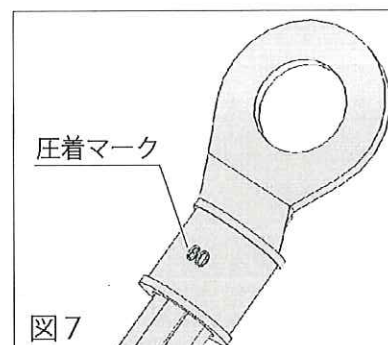

図7
10. ヨークを開き、圧着した端子（スリーブ）を取り出してください。端子の圧着部分には、圧着マークが表示されています。（図7）